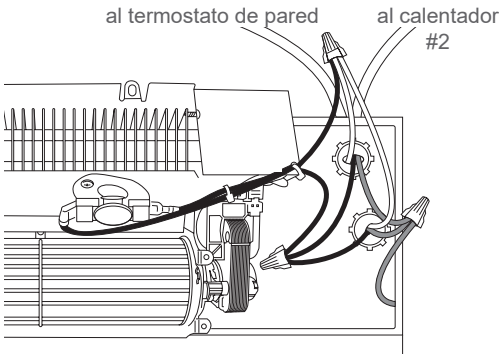

Figura 7 Calentador #1
2. Hay dos cables de suministro de conexión a tierra en la caja de pared del calentador #1 (consulte la Figura 7). Conecte el cable verde de conexión a tierra en la caja de pared del calentador #1 y a cada uno de los cables de conexión a tierra de cada juego de cables de suministro (consulte la Figura 7).